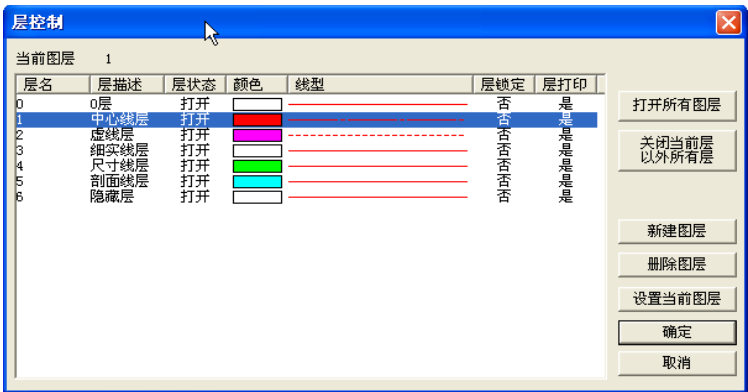

图 9-3 层控制对话框
(2) 在【格式】子菜单中，单击【层控制】选项，可弹出【层控制】对话框，如图 9-3 所示。对话框的上部显示出当前图层是哪一个层，在对话框中的图层列表框中用鼠标左键单击所需的图层后，再单击右侧的【格式当前图层】按钮，设置完成后单击【确定】按钮可结束操作。
(3) 单击【属性】工具栏的【层控制】按钮，也可以弹出【层控制】对话框，余下的操作与第二种方法一样。
(1) 单击**【格式】**子菜单中的**【层控制】**选项或单击**【属性】**工具栏中的**【层控制】**按钮, 弹出如图 9-3 所示的层控制对话框。
(2) 用鼠标左键双击要修改的层名或层描述的相应位置，在该位置上出现一个编辑框，用户可在相应的编辑框中输入新的层名或层描述，输完后用鼠标左键单击编辑框外任意一点即可结束编辑。
(3) 这时在层控制对话框中可以看到对应的内容已经发生了变化，单击**【确定】**按钮即可完成更名操作。
(1) 单击**【格式】**子菜单中的**【层控制】**选项或属性工具栏中的**【层控制】**按钮, 弹出**【层控制】**对话框，如图 9-3 所示。
(2) 单击**【新建图层】**按钮，这时在图层列表框的最下边一行可以看到新建图层。
(3) 新建的图层颜色默认为白色，线型默认为粗实线。用户可按照上一节所介绍的方法修改新建图层的层名和层描述。
(4) 单击**【确定】**按钮可结束新建图层操作。